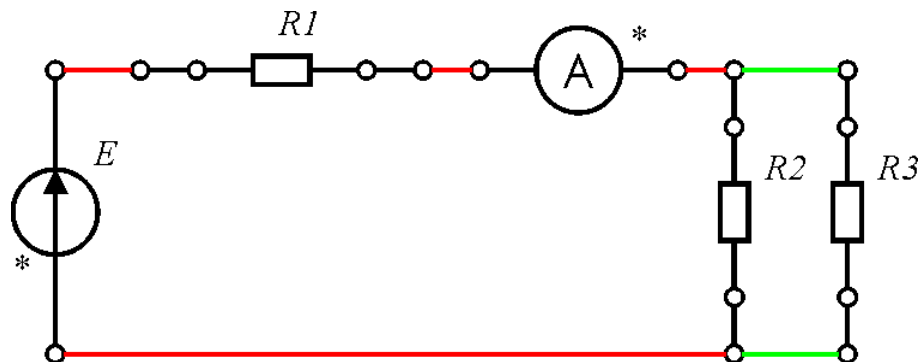

Рис. 5
3. Соберите схему рис. 5. Установите произвольное значение ЭДС. Измерьте значения токов втекающих в узел. Проверьте первый закон Кирхгофа.